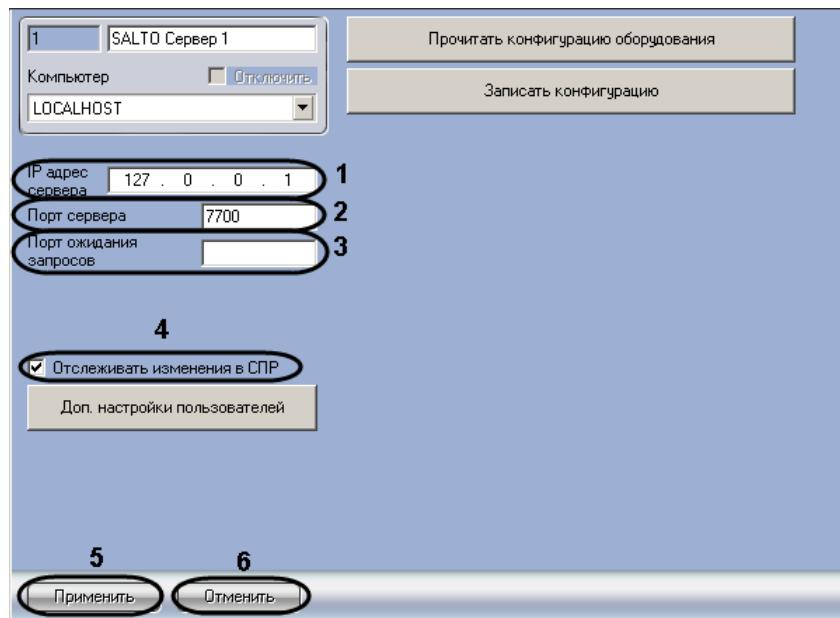

Рис. 3.3—2 Настройка подключения СКУД SALTO к ПК Интеллект
2. В поле **IP адрес сервера** ввести IP адрес компьютера, на котором установлено программное обеспечение СКУД SALTO (см. Рис. 3.3—2, 1).
3. В поле **Порт** ввести адрес порта TCP/IP соединения модуля интеграции SALTO с программным обеспечением СКУД SALTO, который был назначен для передачи данных по SHIP-протоколу при настройке программного обеспечения производителя (см. Рис. 3.3—2, 2).